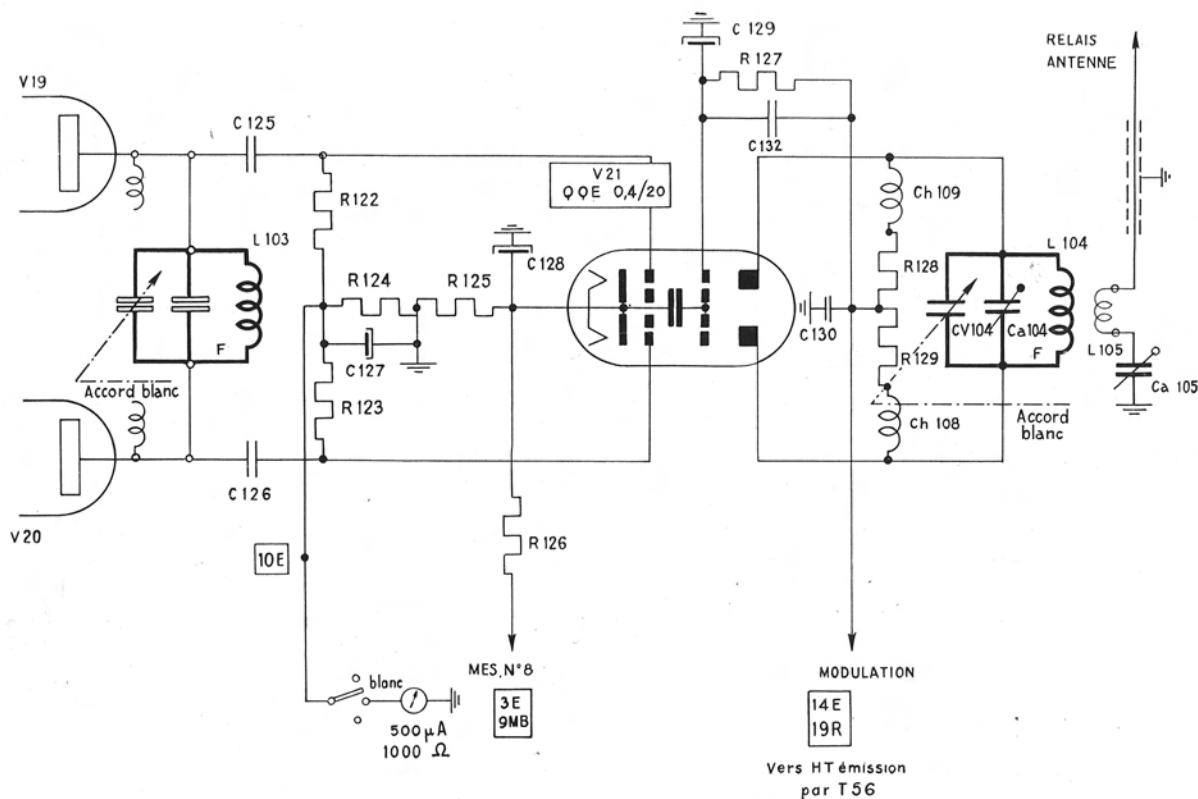

Fig. 18. — Amplificateur final (Emetteur).
d) **Amplificateur VHF final** (fig. 18).